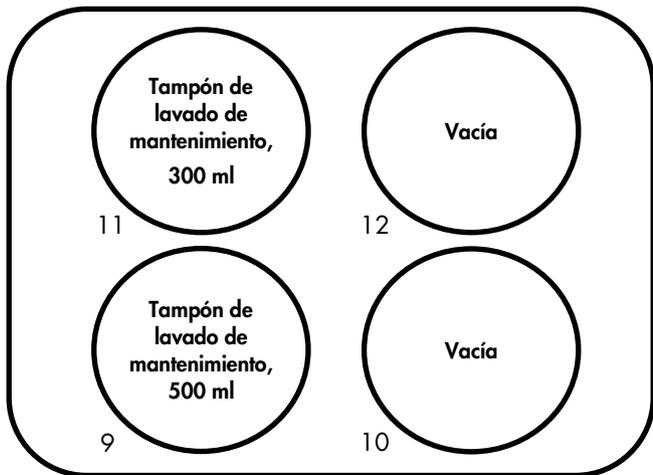

Figura 8. Carga de los frascos de 1 litro que contienen tampón de lavado de mantenimiento.
7. Cargue el frasco de tampón de lavado de mantenimiento usado para las alícuotas en el paso anterior (que contendrá unos 300 ml de volumen restante) en la posición 11 del instrumento GeneReader. Cargue el frasco que contiene 500 ml de tampón de lavado de mantenimiento en la posición 9 (Figura 8).